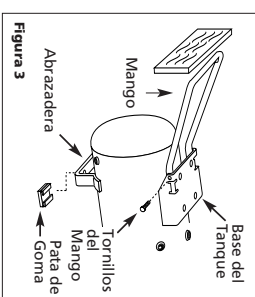

Figura 3
2. Conecte el mango a ambos lados de la base del tanque. Empujelo de modo que caiga bien dentro de los orificios de la base (Vea la Figura 3).